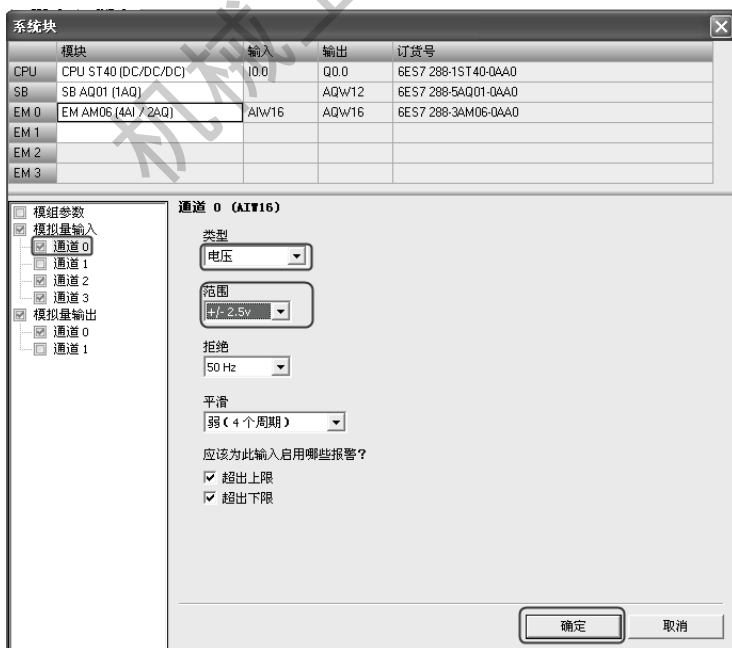

图 2-15 EM AM06 信号类型和量程选择
2) 每个模块能同时输入/输出电流或者电压信号，对于模拟量输入的电压或者电流信号选择和量程的选择都是通过组态软件选择，如图 2-15 所示，模块 EM AM06 的通道 0 设定为电压信号，量程为  $\pm 2.5V$ 。而 S7-200 的信号类型和量程是由 DIP 开关设定的。